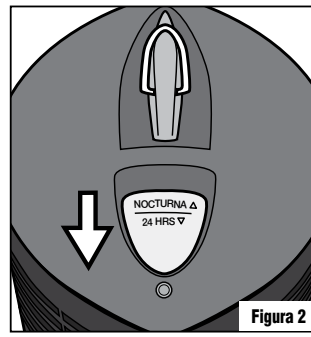

Figura 2
- Para seleccionar el Modo 24 Horas, deslice hacia abajo el botón gris en la tapa de manera que cubra el Sensor de Atardecer. La unidad permanecerá ENCENDIDA las 24 horas del día (Figura 2).